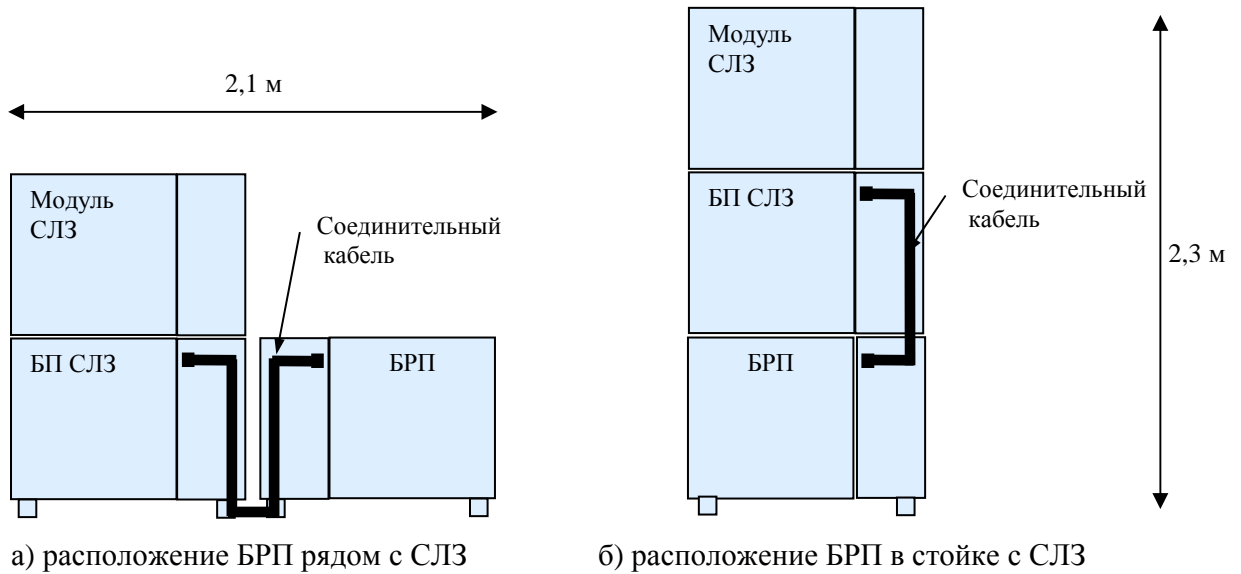

Рисунок 16.1. Расположение БРП относительно СЛЗ-64А.
БРП может устанавливаться рядом справа от СЛЗ (рис.16.1-а) или нижним рядом в стойке из трёх шкафов (рис.16.1-б).
- Перевести выключатель «ON/OFF» на зарядном устройстве (рис.16.1) в положение ON. Проконтролировать свечение индикатора Power. Он должен светиться оранжевым (идет заряд) или зеленым (аккумуляторы заряжены) цветом. **При свечении красным цветом проверьте правильность подключения групп аккумуляторов.**